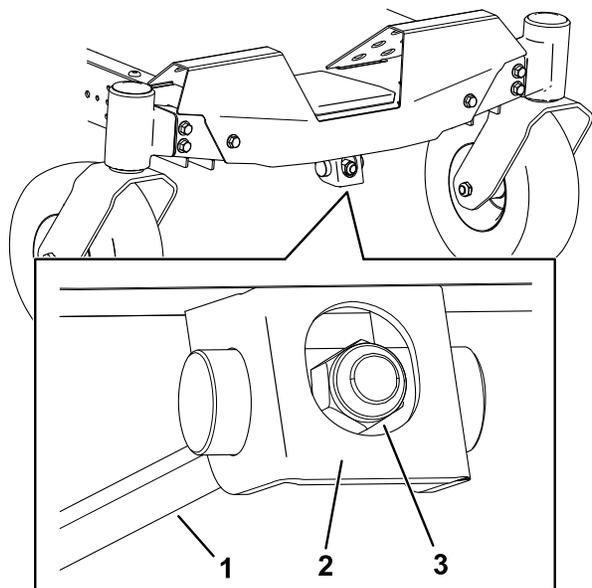

Рисунок 71
1. Поверните регулировочную гайку в передней части газонокосилки (Рисунок 71).